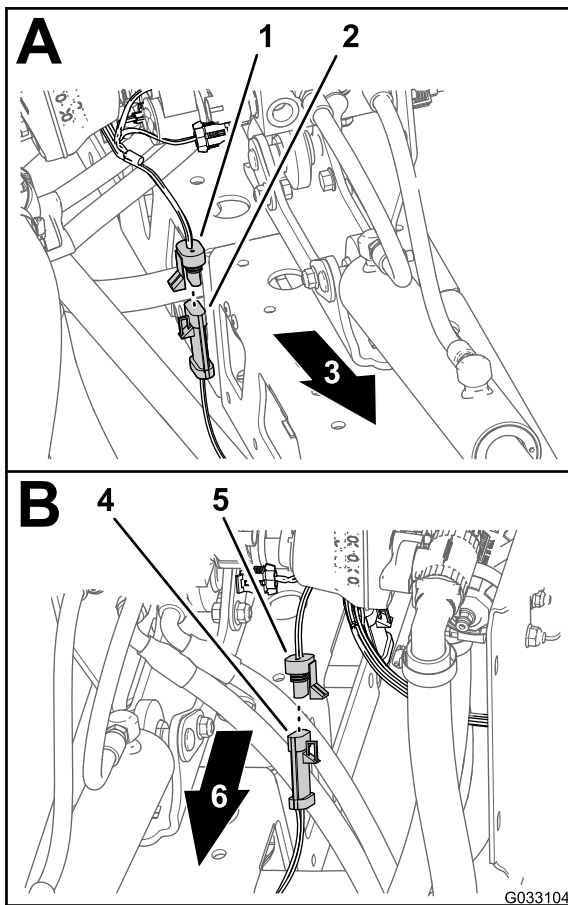

图 33
1. 从右超声波传感器电缆的 3 针接头中断开超声波喷洒臂线束的 3 插槽接头图 33。
2. 从左超声波传感器电缆的 3 针接头中断开超声波喷洒臂线束的 3 插槽接头图 33。